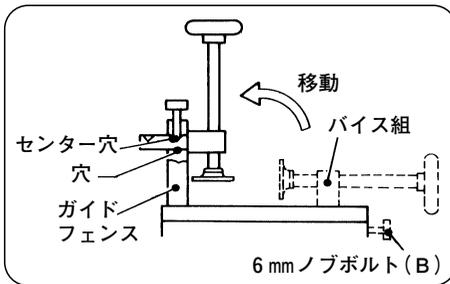

図 20
バイス組をガイドフェンスに取付けるときは、ガイドフェンスに設けた穴にバイス組を奥一杯まで入れ、バイス組のセンター穴に 6 mm ノブボルト (B) が入るように調整し、締付けます。(図 20)